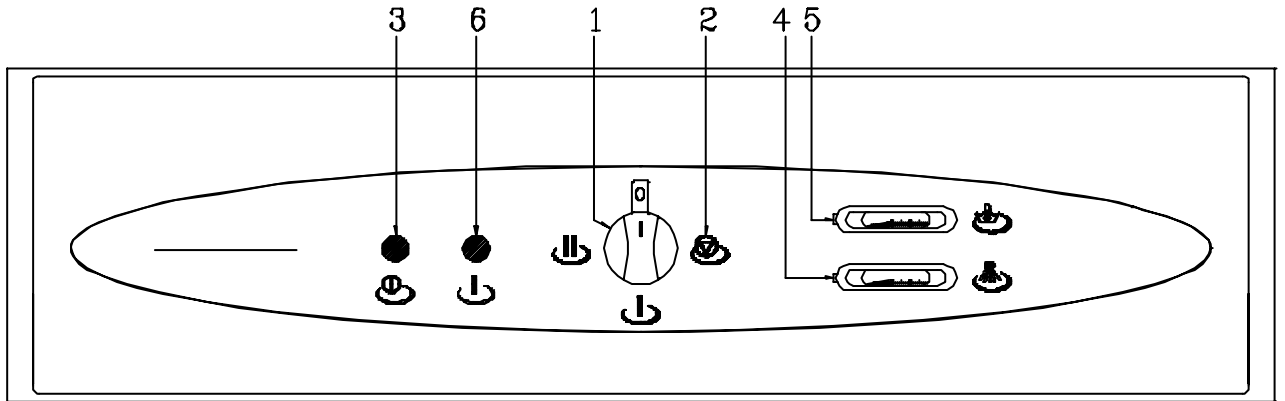

Figura 2
Una vez conectado electricamente e hidraulicamente accionamos el selector (1) ,(Figura 2), a la posición de preparación (∇) (2).Entonces se ilumina el piloto (3) y el aparato comienza a llenar las cubas a través del aclarado . El llenado de las cubas se realiza mediante tubos comunicantes entre ellos los cuales dejan pasar el agua en una sola dirección y en sentido (Aclarado-lavado) con el objeto de no ensuciar las cubas de las funciones de limpieza finales como son lavado 2 y preaclarado –aclarado.